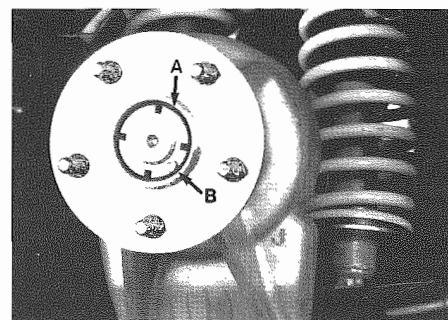

Fig. 9 - A - Vite a testa esagonale interna
- Svitare la vite a testa esagonale interna A (**Fig. 9**) ed allentare la ghiera fissaggio mozzo B. Estrarre ghiera e rondella.
- Loosen socket head screw A (**Fig. 9**) and unscrew hub B fixing rim. Remove rim and washer.
- Loosen socket head screw A (**Fig. 9**) and unscrew hub B fixing rim. Take out rim and washer.